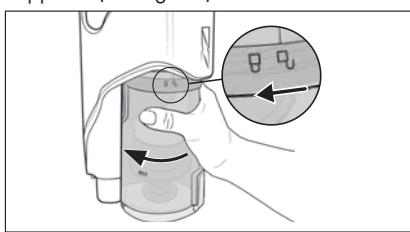

Fig. 19
- Pour extraire le bac à poussière 7 de l'appareil, tournez-le dans le sens du symbole □ (ouvrir) jusqu'à ce qu'il se détache de l'appareil (voir fig. 19).